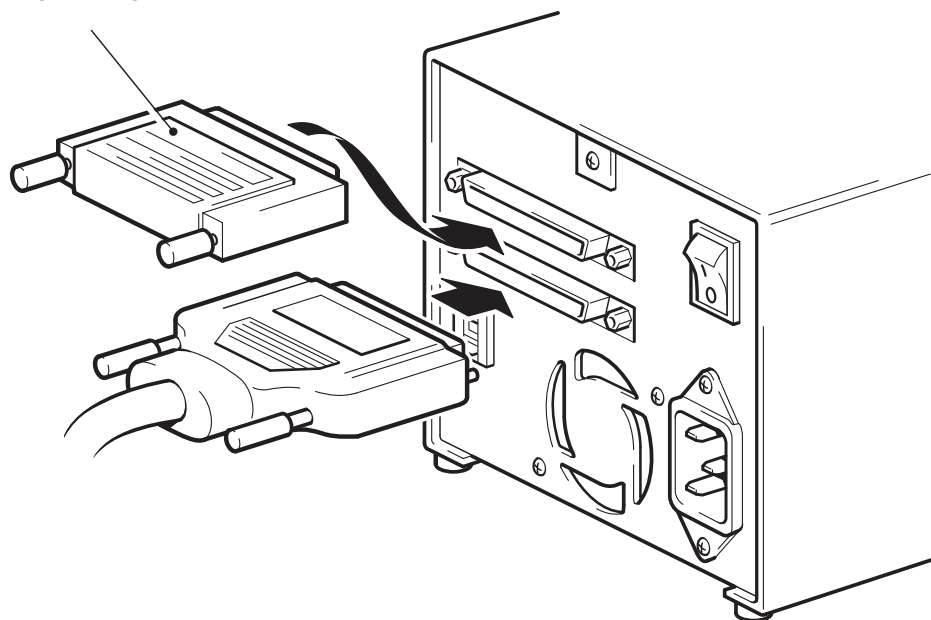

Рис. 5. Подключение SCSI-кабеля
- 4 Подсоедините разъем HD SCSI-кабеля к разъему SCSI на задней панели стримера и закрепите его винтами (см. Рис. 5).